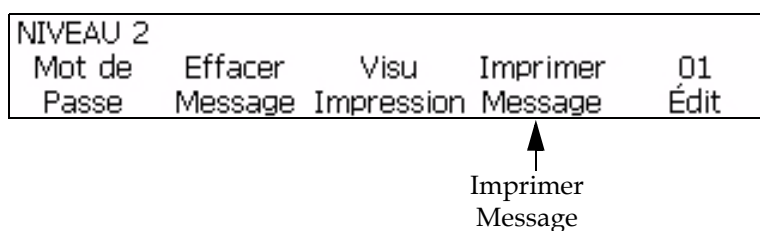

Figure 4-4: Fenêtre <01 Editer>
- Si NON, passer à la Fenêtre <01 Editer> ou <03 Editer>. Voir Figure 4-4. Appuyez sur la touche F4 pour sélectionner <Imprimer Message>. Le message "Message chargé" s'affiche en bas de l'écran.